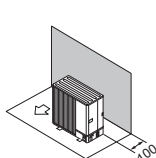

Abb. 2-9
- (1) Hindernisse oder unzugängliche Oberfläche nur auf Rückseite (Abb. 2-9)